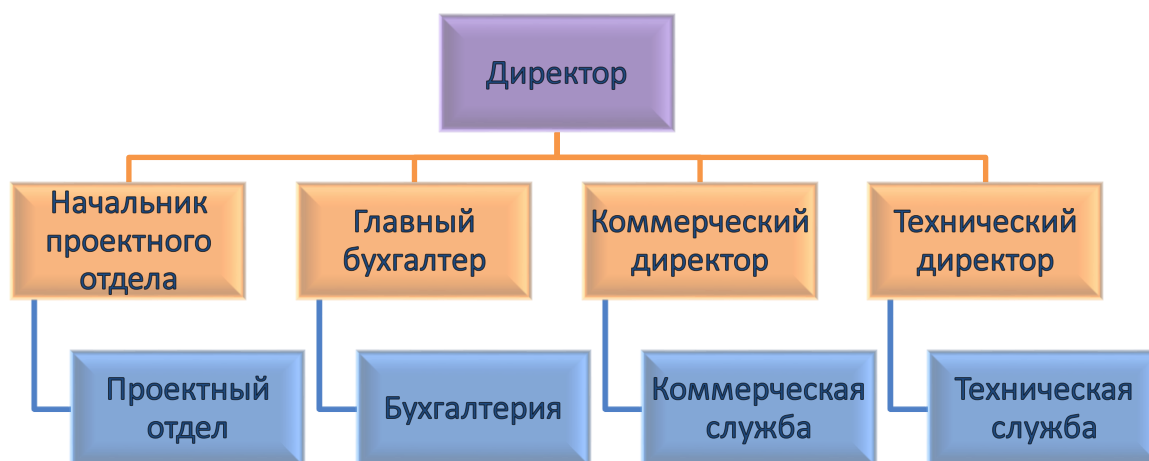

Рисунок 1 – Организационная схема ООО «Евровент»
2. Составить организационную схему организации (рис. 1).